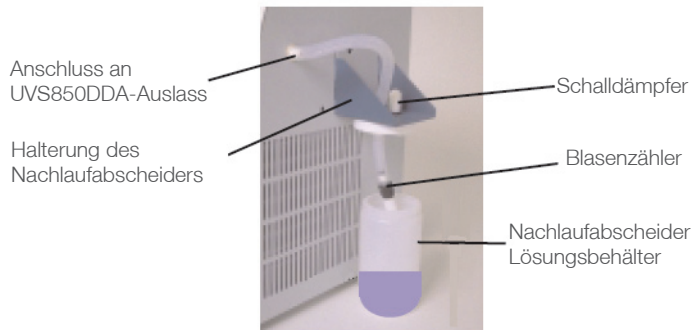

Abbildung 2. Nachlaufabscheider
4. Befestigen Sie den Nachlaufabscheider an der rechten Seite der Einheit, indem Sie die Verbindungsklammer nach unten schieben (Abbildung 2).